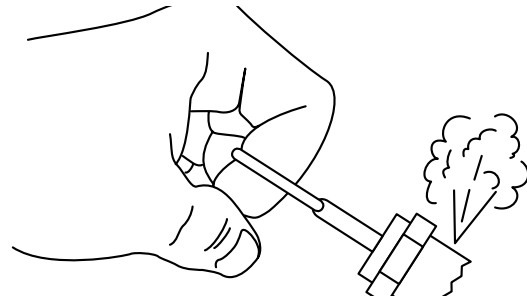

Fig. 4
2. Asegúrese de que la válvula de seguridad esté funcionando apropiadamente jalando el anillo de la válvula y deje que la válvula se reajuste (Véase Fig. 4).